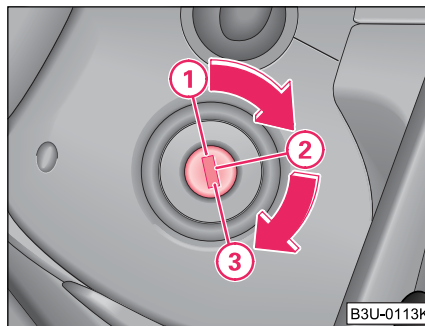

Abb. 83 Zündschlossstellungen
- Den Motor schalten Sie durch Drehen des Zündschlüssels in Stellung  aus ⇒ Seite 96, Abb. 83.